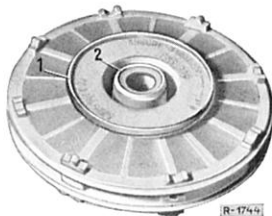

Bild 18–1/3
Dazu Ölablaßschraube (2) am Luftölkühler heraus-schrauben (Bild 18–1/2).
4 Neuen Nebenstromfiltereinsatz (3) und mitgelieferten Hauptstromfiltereinsatz (5), mit der Beschriftung nach oben, einsetzen (Bild 18–1/1 und 3).
**Achtung!** Darauf achten, daß die Druckfeder mit Federteller (2) im Filterunterteil (1), die den Nebenstromfiltereinsatz (3) nach oben abdichtet, vorhanden ist.
5 Gummidichtring (4) erneuern und so aufsetzen, daß er am ganzen Umfang der Dichtfläche des Unterteils (1) aufliegt (Bild 18–1/1).